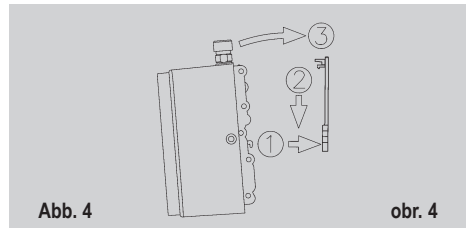

Abb. 4
- Gerät auf den Wandhalter stecken und einrasten (siehe Abbildung 4).